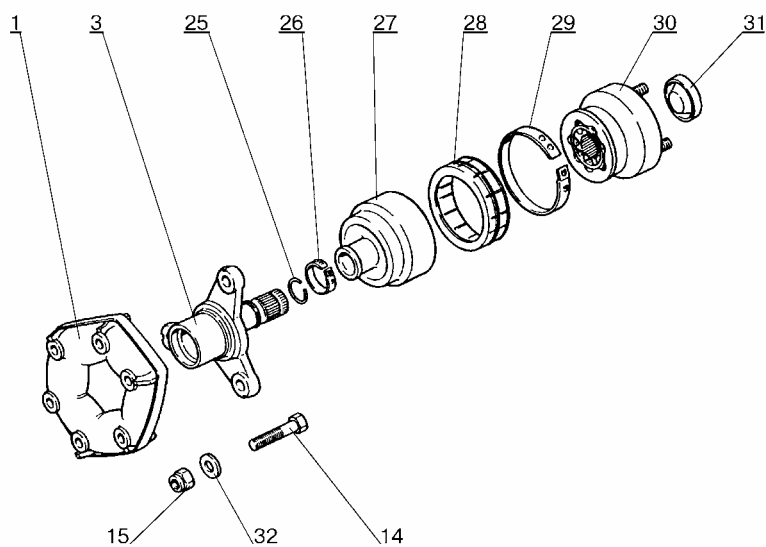
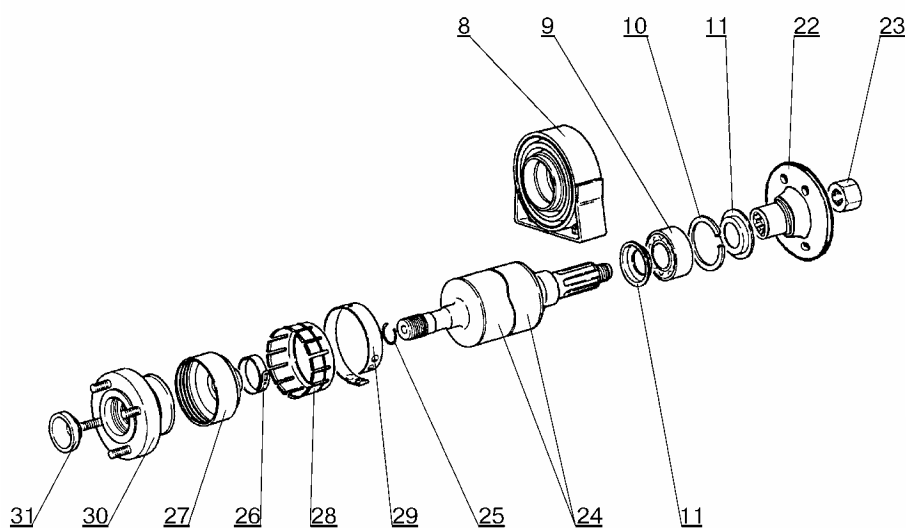

Рис.7. Вал карданный промежуточный 21213-2202010.
Рис.8. Вал карданный промежуточный задний 2120-2204010.
5.11 Поставить прокладки и установить картер 1, рис.8, привода переднего моста, корпус 3, рис.7, привода спидометра, крышку 4 переднего подшипника ведущего вала и кронштейн 6 с рычагом переключения передач (молоток с пластмассовым бойком).
5.15 Смазать рабочие кромки сальников 2, рис.15 и рис.18, смазкой Литол-24 и запрессовать сальники в крышку 4, рис.7, переднего подшипника ведущего вала и в картер 1, рис.8, привода переднего моста (оправка 41.7853-4006 и молоток).
5.17 Установить на фланец приспособление 2, рис.7, и затянуть гайку крепления фланца. Момент затяжки гайки 100...120 Н.м (10,0...12,0 кгс.м) (головка сменная 24, вороток, приспособление 67.7823-9528, ключ динамометрический типа 02.7812-4001).